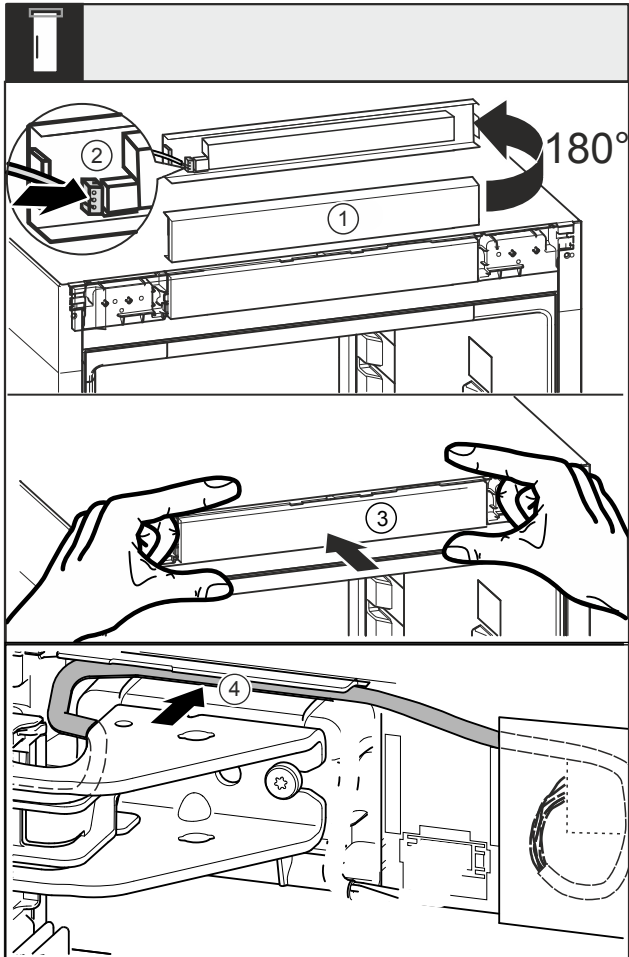

Fig. 45
- Paneel Fig. 45 (1) 180° naar boven draaien.
- Stekker Fig. 45 (2) op het bedieningspaneel vastklikken.
- Paneel Fig. 45 (3) weer op het apparaat vastklikken.
- Kabel voorzichtig in de geleiding Fig. 45 (4) boven het bovenste lagerboks leggen.